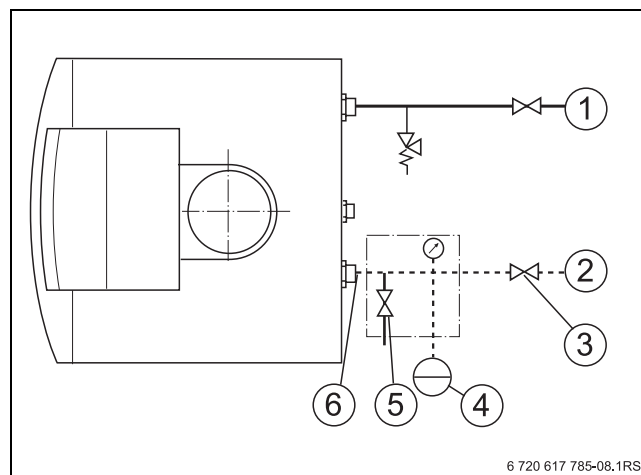

Fig. 16 Raccorder le retour
- ▶ Monter le vase d'expansion à membrane (→ fig. 16, [4]) sur le groupe « Raccordement MAG » [1] ou dans le retour. Si vous utilisez un distributeur ouvert, raccorder le vase d'expansion à membrane sur le retour, côté secondaire du distributeur ouvert.